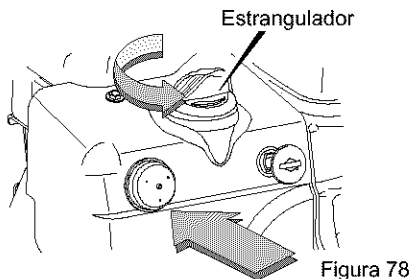

Figura 78
2. Gire la perilla de estrangulación a la posición ESTRANGULAR (vea la Figura 78).
3. Oprima el botón cebador tres veces (vea la Figura 78).